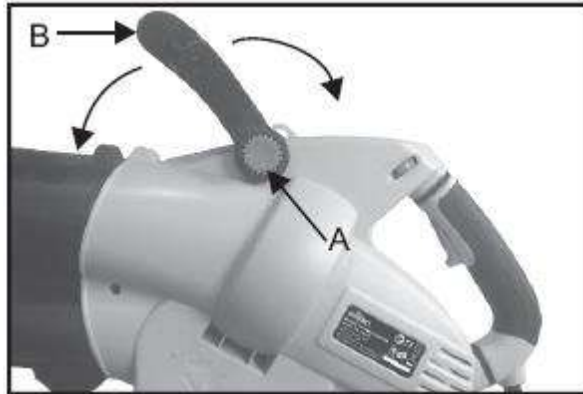

Bild 4
1. Drücken Sie die Tasten, um den Winkel (A) auf dem vorderen Griff zu einzustellen. (Bild 4)
2. Stellen Sie den vorderen Griff (B) unter der Winkel die Ihnen past.